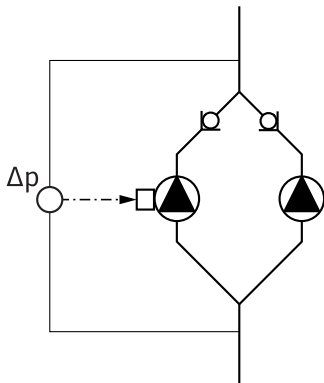

Fig. 13: Przykład podłączenia czujnika różnicy ciśnień
- W przykładzie na Fig. 13 pompą nadrzędną jest pompa po lewej stronie patrząc w kierunku przepływu. Do tej pompy należy podłączyć czujnik różnicy ciśnień.
Punkty pomiaru czujnika różnicy ciśnień pompy nadrzędnej muszą się znajdować w danej rurze zbiorczej po stronie ssawnej i ciśnieniowej układu dwupompowego (Fig. 13).